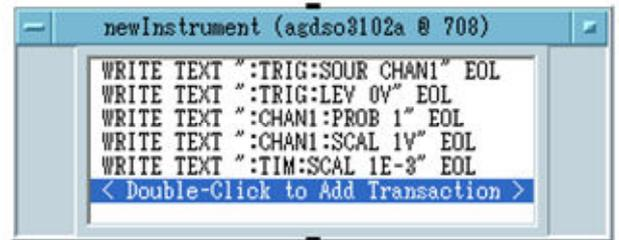

図6-7 オシロスコープの設定
(1) 5-2節で述べたようにメニューバーより、[I/O]→[InstrumentManager]より、今度はデジタルオシロスコープを選択して"Direct I/O"ボタンをクリックする。画面上の適当な場所でクリックすると、デジタルオシロスコープの"newInstrument"オブジェクトが現れる。
(2) 測定するためのオシロスコープの各設定を図6-7のようにする。要領は発振器の場合と同様である。以上の状態でプログラムを実行させ、設定通りになっているか確認すること。